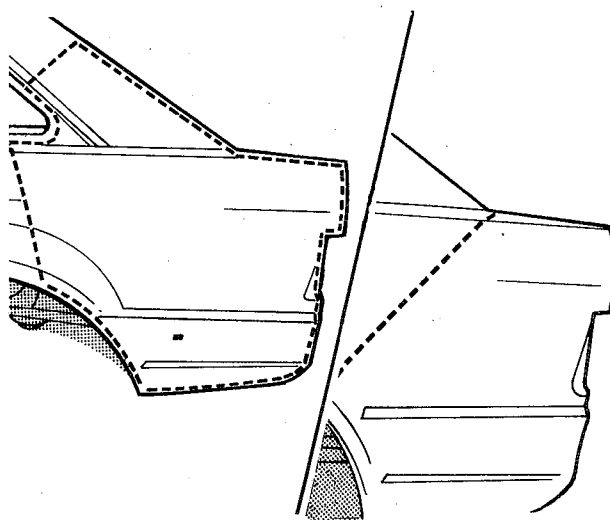

fig. 135
8. Marcar a linha de corte no painel lateral conforme a área a ser reparada. Dependendo do modelo do veículo — duas ou quatro portas — e dos danos sofridos, existem duas possíveis linhas de corte (fig. 135)
10. Furar os pontos de solda na canaleta de escoamento e painel traseiro, para evitar danos durante a remoção dos restos do painel (fig. 135)
4. Cortar o novo painel e verificar sua montagem, na abertura (fig. 135)